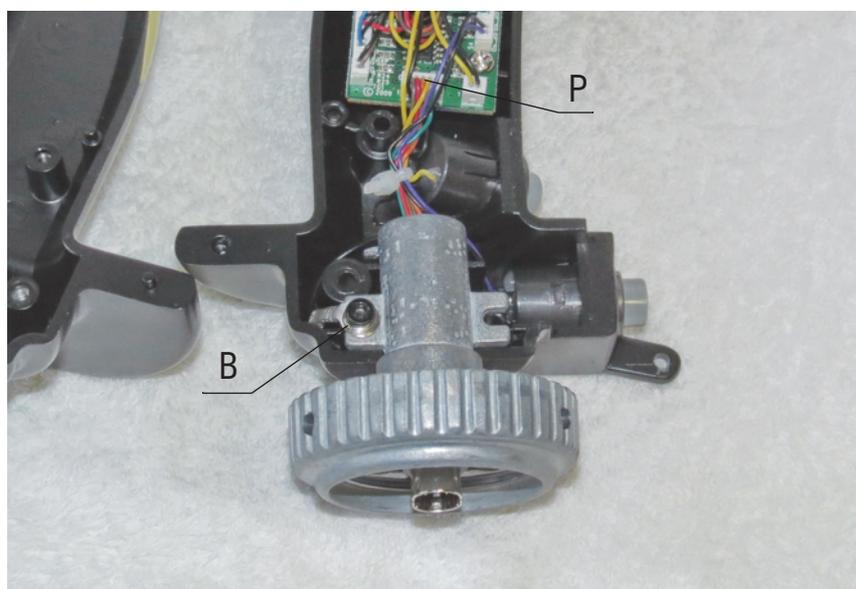

Рис. 2.3.
- Отверните винт В, крепящий шток ручки (рис. 2.3).